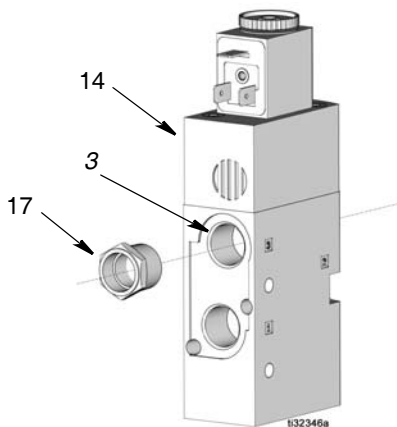

FIG. 28
7. Remova o silenciador (17) da porta numerada "3" na válvula solenoide (14)(FIG. 28).
1. Instale o silenciador (17) da porta numerada "3" na nova válvula solenoide (14)(FIG. 28).